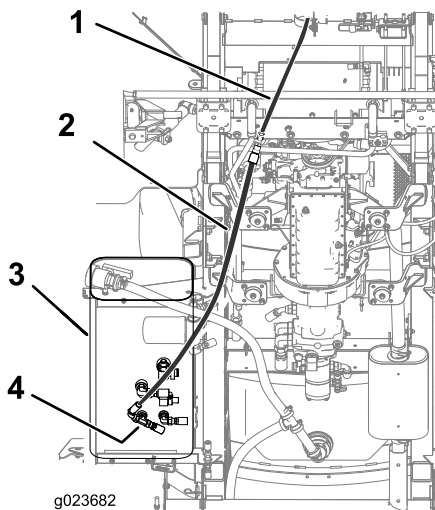

Bild 3
4. Schließen Sie den Hydraulikschlauch vom Kit an (Bild 3).
5. Entfernen Sie den Schlauch, der momentan an der Stelle am T-Anschlussstück am Hydraulikbehälter angeschlossen ist, siehe Bild 3.
6. Ersetzen Sie das Anschlussstück an dieser Stelle durch das T-Anschlussstück und befestigen Sie den Schlauch, den Sie im letzten Schritt entfernt haben, und den Schlauch vom Kit (Bild 3).